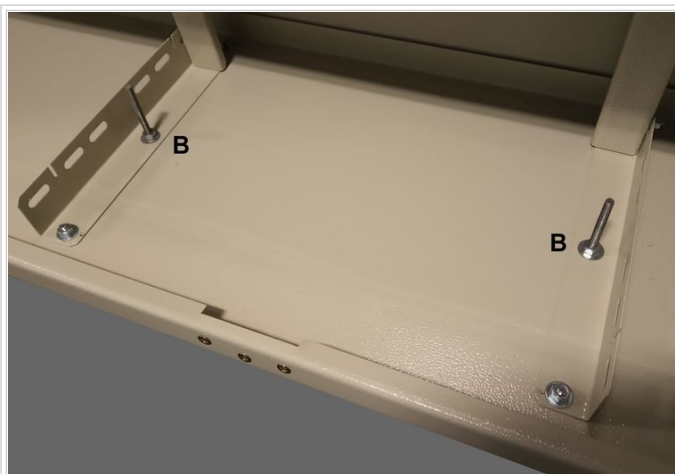
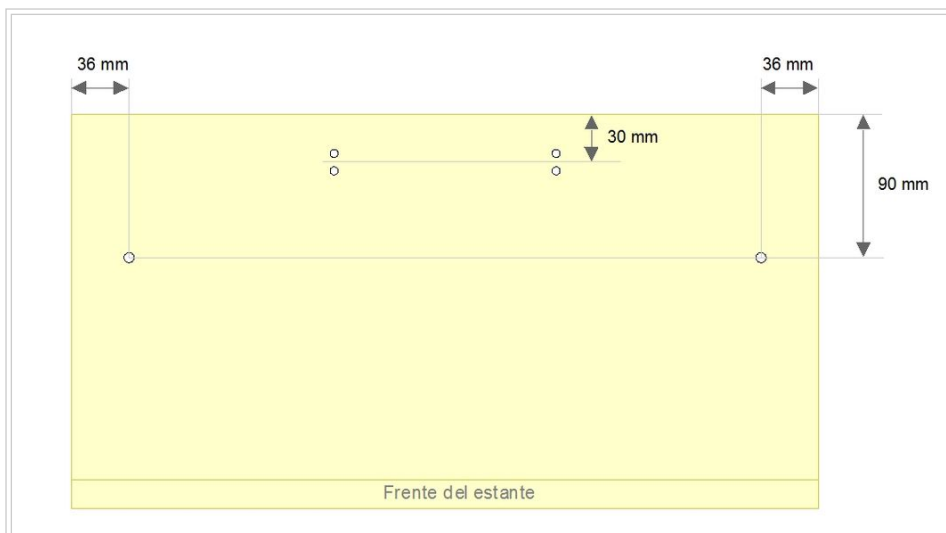

Fig. 5 : Reemplazo de bulones centrales para fijación de estante.
Fig. 6 : Diagrama para realizar perforaciones en estante de gabinete desarmable.
- En caso de que el estante no esté fijo al gabinete se lo deberá fijar, para lo cual será necesario realizar 2 perforaciones de 1/4" de diámetro (Fig. 6) y reemplazar los bulones centrales que sujetan las guías para parantes de TV por otros de mayor longitud (1/4" x 2.25") indicados con (B) en Fig. 5. Cada bulón deberá contar con 2 tuercas y 2 arandelas planas para poder fijar las guías al piso del gabinete y el estante sobre las guías.